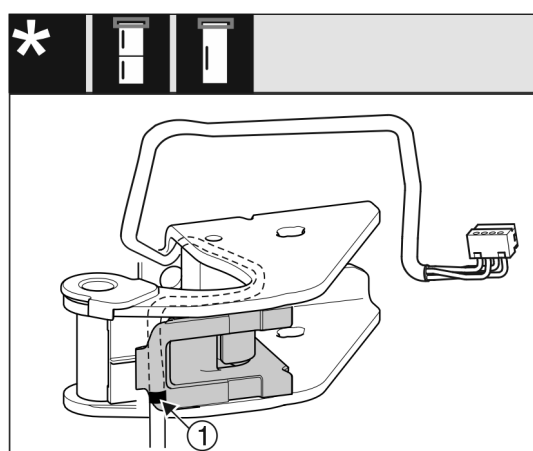

Fig. 28
- Le repère central doit se trouver sur le bord du support de câble Fig. 28 (1).